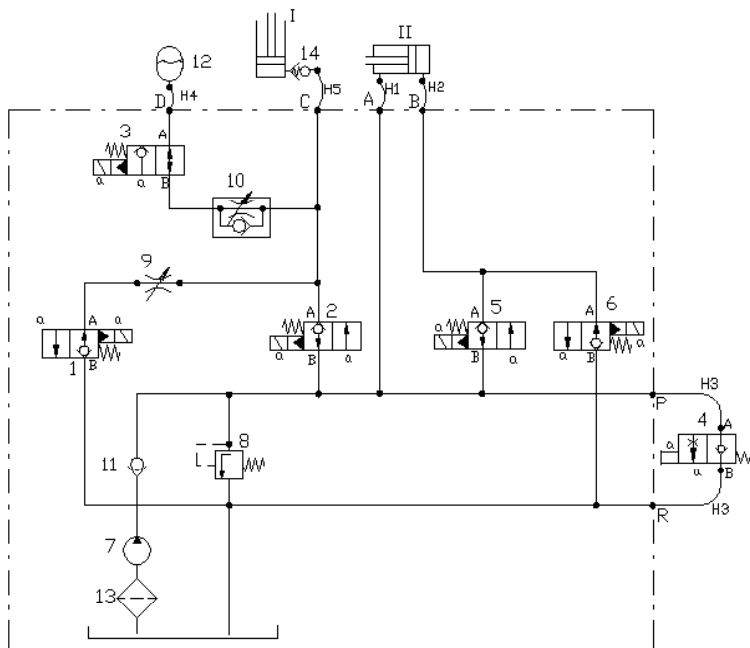

Рис. 1 Гидравлическая схема
Гидравлическая система медицинских носилок, схема которой изображена на рис. 1, содержит гидравлический агрегат НА 1,5, линейный гидродвигатель одинарного действия НМР 1-32 (I) с предохранительным клапаном 14, линейный гидродвигатель двойного действия НМР 2-50 (II), разгрузочный клапан 4 и аккумулятор 12. Гидродвигатель II подсоединен шлангами Н1, Н2 диаметром Dn 3 к патрубкам агрегата А, В. Разгрузочный клапан 4 подсоединен к патрубкам агрегата Р, R с помощью шлангов Н3 такого же диаметра. Гидродвигатель I подсоединен шлангом Н5 диаметром Dn 8 к патрубку С, а аккумулятор 12 - шлангом Н4 такого же диаметра Dn 8 к патрубку D агрегата.